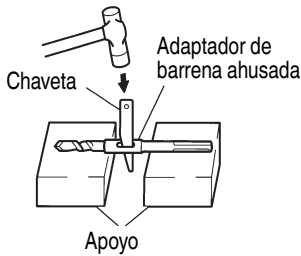

Fig. 22
- (2) Ponga en ON el interruptor de alimentación y perforo un agujero de base.
- (3) Después de eliminar el polvo con una jeringa, fije la clavija en la extremidad del anclaje e introduzca el anclaje con un martillo de mano.
- (4) Para sacar la broca con la barrena ahusada introduzca una chaveta en la ranura del adaptador de barrena ahusada, ponga apoyos debajo del martillo perforador y golpee la chaveta con un martillo de mano. (Fig. 22)